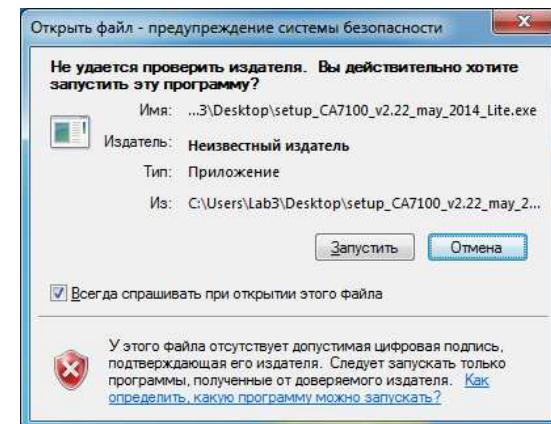

Рисунок 8.2
1) Установить программу управления Мостом "CA7100. Измерение С, tgδ, R", для чего запустить файл setup_Ca_7100_v[...].exe, размещенный на инсталляционном диске. На экране появится окно (рисунок 8.2), в котором щелкнуть по кнопке Запустить .